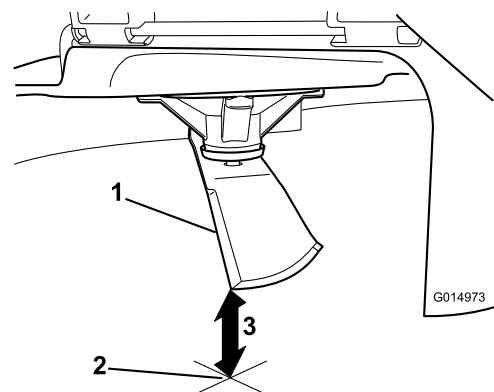

Figura 79
5. Mida desde la punta de la cuchilla hasta la superficie plana (**Figura 79**).